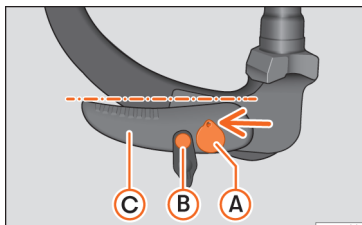

Abb. 300 Ruheposition: Überprüfung der Position
- Der Schlüssel **» Abb. 300 A** befindet sich in entriegelter Position (das Loch des Schlüssels zeigt nach oben).
- Der Entriegelungsbolzen **» Abb. 300** kann bewegt werden **B**.
- Der Hebel **» Abb. 300 C** befindet sich in der unteren Position.